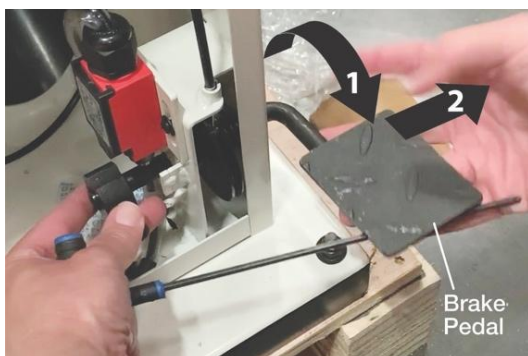
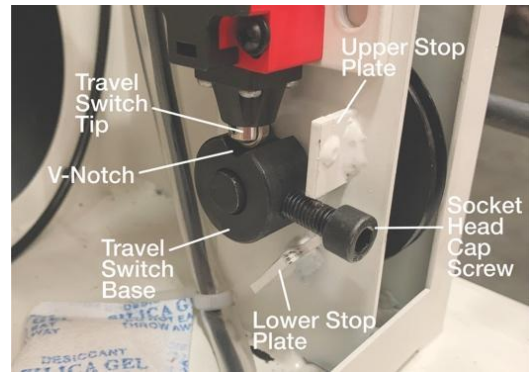

Рис. 36
Рис. 37
3. Поверните педаль тормоза в рабочее положение и отодвиньте ее от основания (см. рис.36). Убедитесь, что наконечник переключателя хода входит в V-образный вырез основания переключателя хода, а винт с торцевой головкой находится между двумя стопорными пластинами (см. рис.37).